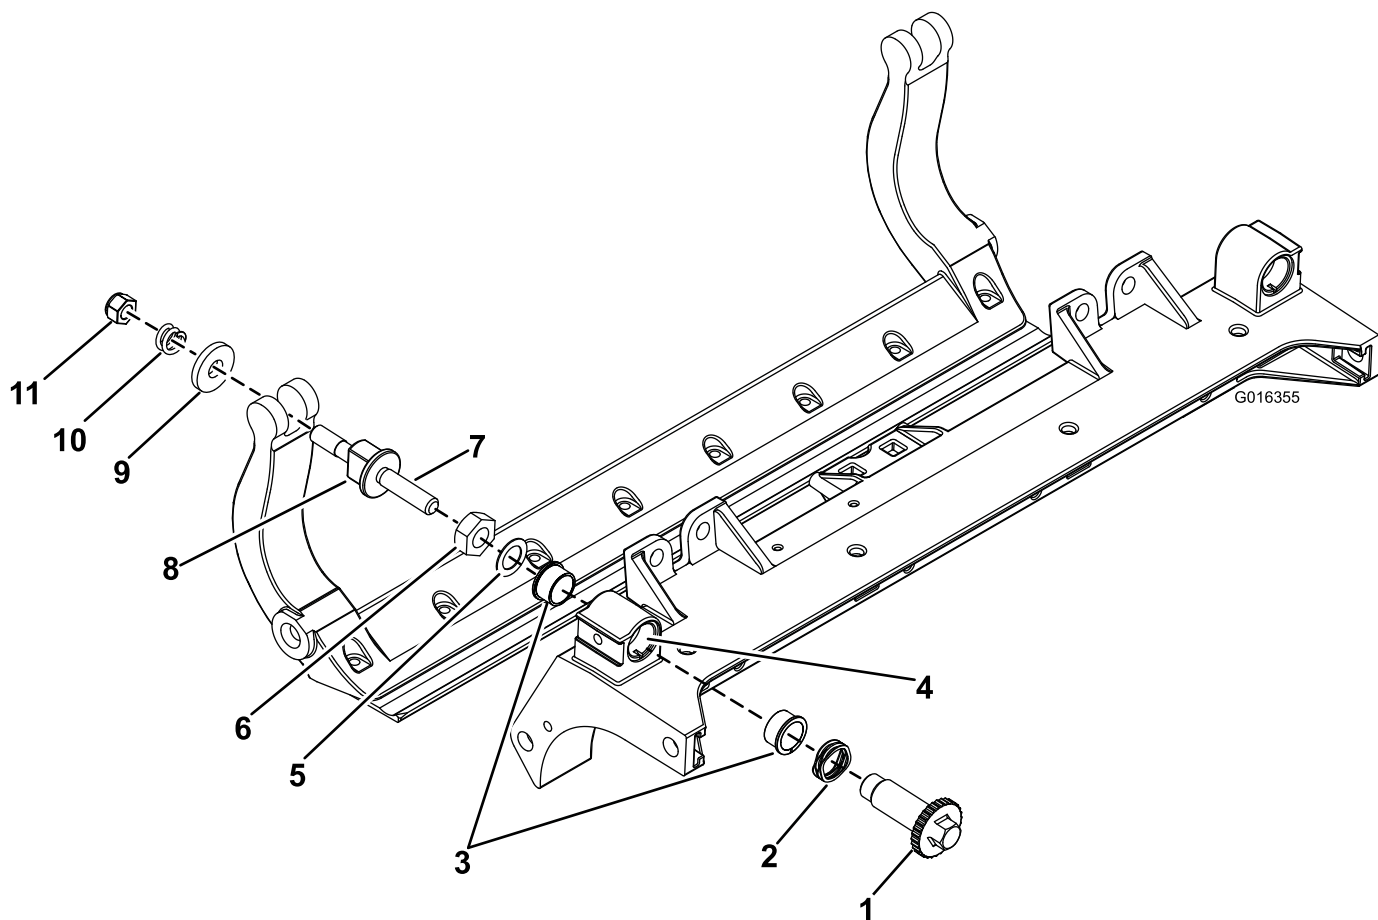

Figure 5
2. Appliquez du produit antigrippage “Never Seize” à l'intérieur du logement des bagues sur le cadre central du plateau de coupe (Figure 5).
3. Alignez les clavettes des bagues à embases sur les fentes de leur logement sur le cadre, et mettez les bagues en place (Figure 5).
4. Posez une rondelle ondulée sur l'axe de réglage et insérez l'axe dans les bagues à embase sur le cadre du plateau de coupe (Figure 5).
5. Fixez l'axe de réglage avec une rondelle plate et un contre-écrou (Figure 5). Serrez le contre-écrou à un couple de 20 à 27 Nm.